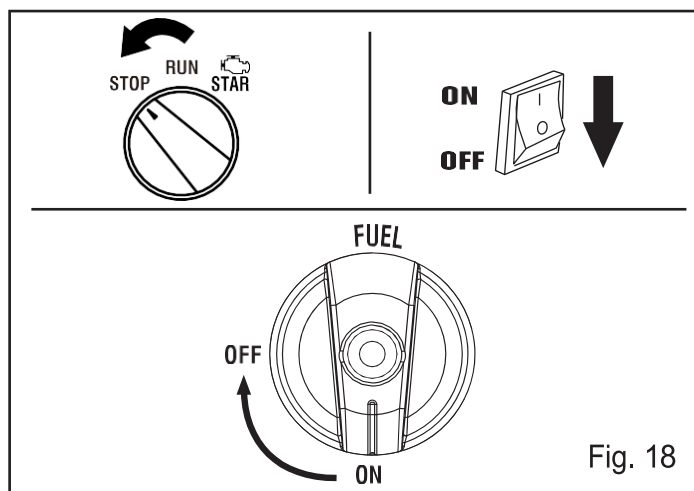

Fig. 18
3. Vri ENGINE-bryteren til "OFF" -posisjon (fig. 18).
4. Vri FUEL-bryteren til "OFF" -posisjon (fig. 18).